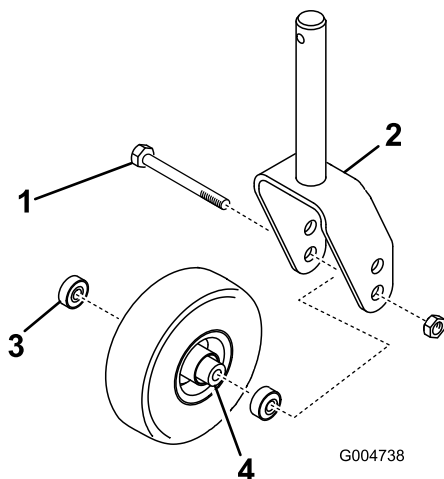

Рисунок 136
1. Выверните контргайку с болта, удерживающего узел поворотного колеса между вилкой или рычагом поворотного колеса (Рисунок 136).
2. Захватите поворотное колесо и извлеките болт из вилки или поворотного рычага (Рисунок 136).
3. Извлеките подшипник из ступицы колеса и дайте выпасть распорной втулке подшипника (Рисунок 136).
4. Снимите подшипник с противоположной стороны ступицы колеса (Рисунок 136).